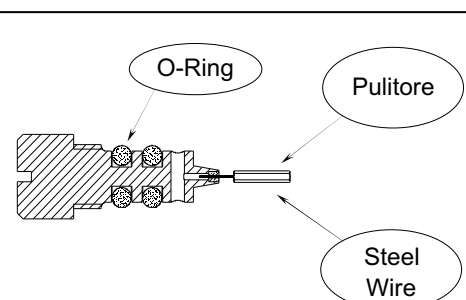

Fig. 14.1.2
Remove the screw (13) Fig. 14.1.1 and clean, as shown in Fig.14.1.2, by means of the supplied steel wire situated inside the instrument. If the capillary orifice is obstructed, clean it with a bath in trichloroethylene and a blow of compressed air. Before fastening the screw (13), we recommend lubricating the O-rings by applying a coat of silicone lubricant.
Rimuovere la vite (13) Fig. 14.1.1 e pulire, come in Fig.14.1.2, tramite apposito pulitore posto sul coperchio all'interno dello strumento. Nel caso in cui la strozzatura fosse particolarmente ostruita l'operazione di pulizia potrà essere integrata da un bagno in trielina e da una successiva soffiatura con aria compressa. Prima di rimontare la vite (13) lubrificare gli O-Ring di tenuta con un velo di grasso al silicone.
Remove the screw (13) (see Fig. 14.1.1) and clean, as shown in Fig. 14.1.2, by means of the supplied steel wire situated inside the instrument. If the capillary orifice is obstructed, clean it with a bath in trichloroethylene and a blow of compressed air. Before fastening the screw (13), we recommend lubricating the O-rings by applying a coat of silicone lubricant.